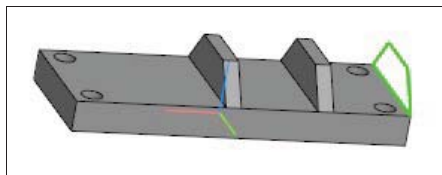

Рис. 19.32. Модель с ребрами
- ◆ выделите ребро основания и постройте на ней эскиз ребра как на рис. 19.32;
- ◆ на панели **Параметры** в окне **Расстояние** введите размер 60, а в другом направлении в окне **Расстояние** введите размер 55. В окне модели появится фантом второго ребра (рис. 19.32);